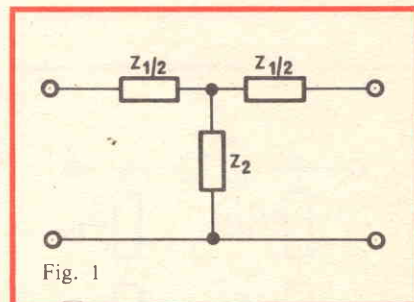

Fig. 1
a) filtri a T simmetrico (fig. 1) che corrisponde alla forma di questa lettera e che si compone di due elementi $Z_{1/2}$ in serie e di un elemento in derivazione Z_2 ;